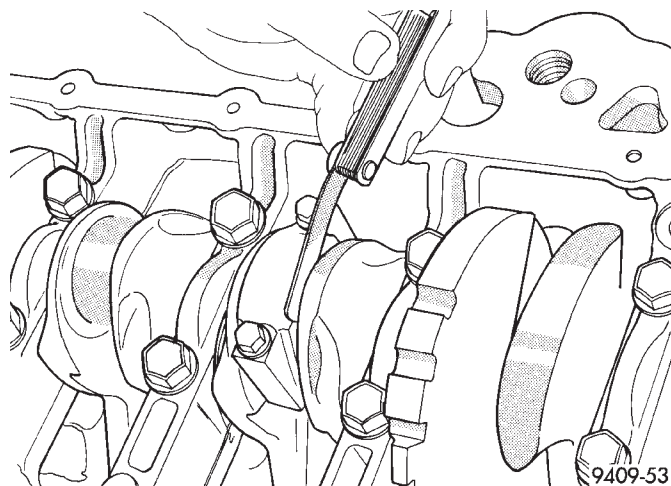

Fig. 94 Verificación de la holgura lateral de la biela
(9) Apriete los pernos con una torsión de 27 N·m MAS 1/4 de vuelta (20 lbs. pie MAS 1/4 de vuelta).
(10) Con un calibrador de espesor, verifique la holgura lateral de la biela (Fig. 94).